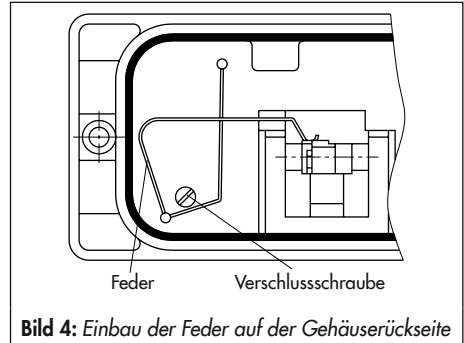
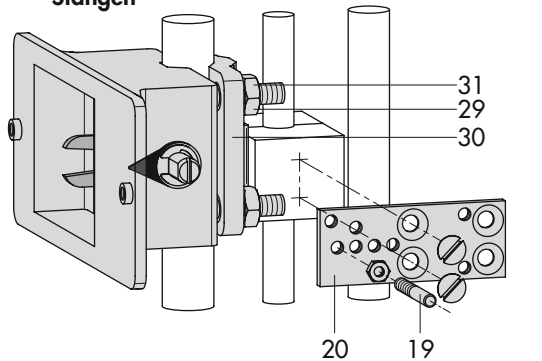

Bild 4: Einbau der Feder auf der Gehäuserückseite
Bild 6: Anbau nach IEC 60534-6 (NAMUR)
7. Verschlusschraube auf der Stellungsreglerrückseite (Bild 4) entfernen und den seitlichen Stelldruckausgang „output“ mit dem Verschlussstopfen aus dem Zubehör verschließen.
8. Stellungsregler so montieren, dass sich die Bohrung in der Zwischenplatte (15) mit dem Dichtschlauch in der Bohrung des Antriebsjochs deckt.
Der Anbau erfolgt über ein Adaptergehäuse (Bild 6). Dabei wird der Hub des Stellventils über den Hebel (18) und die Welle (25) auf den Winkel (28) des Adaptergehäuses übertragen und auf den Übertragungsstift (27a) am Hebel des Stellungsreglers weitergeleitet. Damit der Übertragungsstift (27a) im Winkel (28) richtig anliegt, ist die dem Zubehör beiliegende Feder nach Bild 4 auf der Rückseite des Stellungsreglergehäuses einzuhängen.
Der Anbau des Stellungsreglers am Stellventil kann links oder rechts erfolgen (Bild 5 und Bild 6). Durch Drehen des Stellungsreglers am Adaptergehäuse um 180° kann die Wirkrichtung der Einheit Stellungsregler-Stellventil bestimmt und geändert werden.
Anbaulage auf die Platte für Hubabgriff (20) gesehen, Antrieb nach oben (vgl. auch Bild 6)
→ Anbauteile und Messfeder: vgl. Tabelle 4/Tabelle 5; Montage gemäß Bild 6.
2. Welle (25) im Adaptergehäuse so verstellen, dass der schwarze Zeiger (24) mit der Gussmarkierung des Adaptergehäuses übereinstimmt.
3. In dieser Position Klemmplatte (22) mit Schraube (23) festziehen.
4. Übertragungsstift (27a) auf der Seite der Einpressmutter am Stellungsreglerhebel einschrauben und mit Sechskantmutter auf der Gegenseite sichern, dabei die Einbauposition **A** oder **B** nach Tabelle 6 und Bild 6 beachten.
5. Stellungsregler unter Berücksichtigung der Einbaurichtung am Adaptergehäuse so ansetzen und festschrauben, dass der Übertragungsstift (27a) am Winkel (28) anliegt.